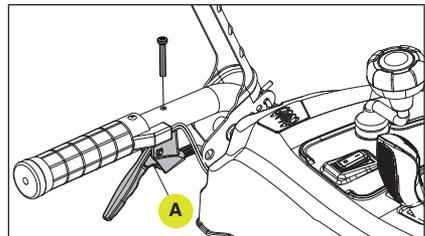

Figure 72
1. Retirez les déclencheurs de gauche, de droite ou les deux déclencheurs de droite (A) de leurs poignées respectives, comme indiqué. Le déclencheur présenté est celui de gauche. (Fig. 72)